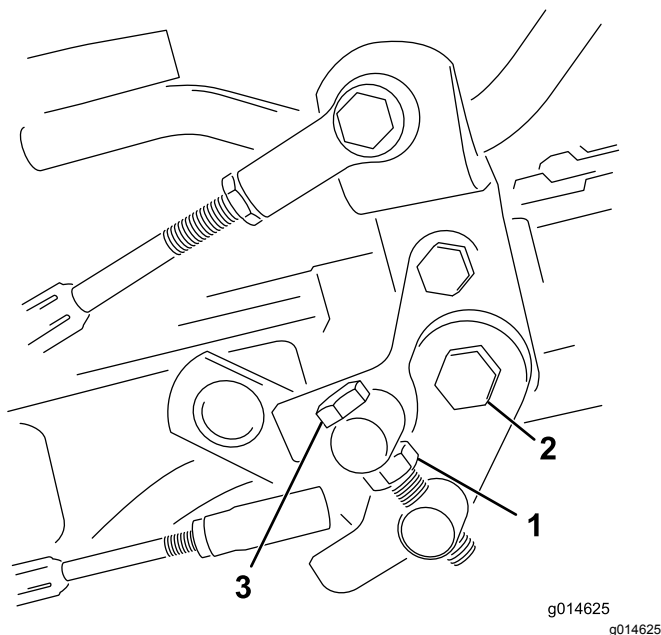

Рисунок 34
1. Ослабьте контргайку на болте цапфы (Рисунок 34).
4. Чтобы зафиксировать регулировку, затяните контргайку на болте цапфы и гайку на шарнире педали (Рисунок 34). Проверьте регулировку и при необходимости повторите ее.